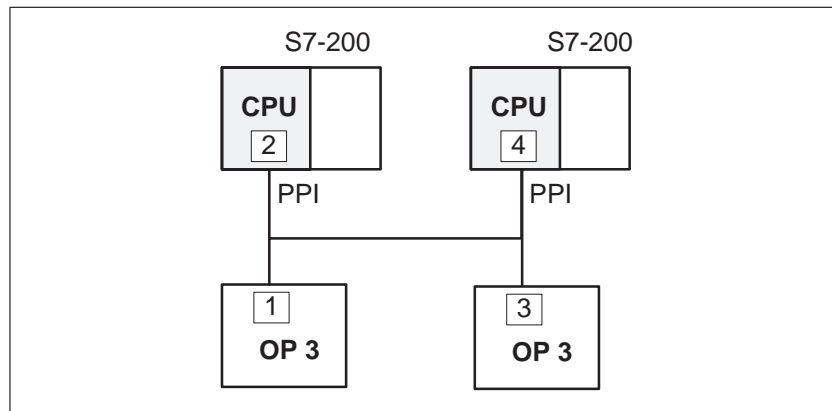

Bild 12-1 Kopplung des OP 3 an SIMATIC S7-200
In einer PPI-Netzkonfiguration sind OP 3 und Programmiergerät (PG) immer Master; die S7-200 ist immer Slave. Eine S7-200 kann aber nur mit einem Master kommunizieren. Bild 12-1 zeigt eine mögliche Netzkonfiguration. Die Zahlen 2, 4, 1 und 3 sind Beispiele für die Adressen.